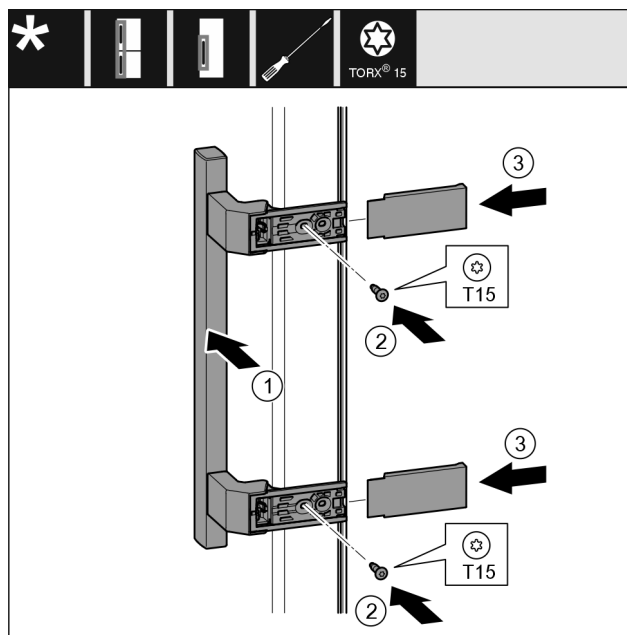

Fig. 21
- ▶ 将把手 Fig. 21 (1) 放到反面。
- ▶ 将螺钉 Fig. 21 (2) 用螺丝刀拧紧。
- ▶ 将盖板 Fig. 21 (3) 放置到侧面并插入。